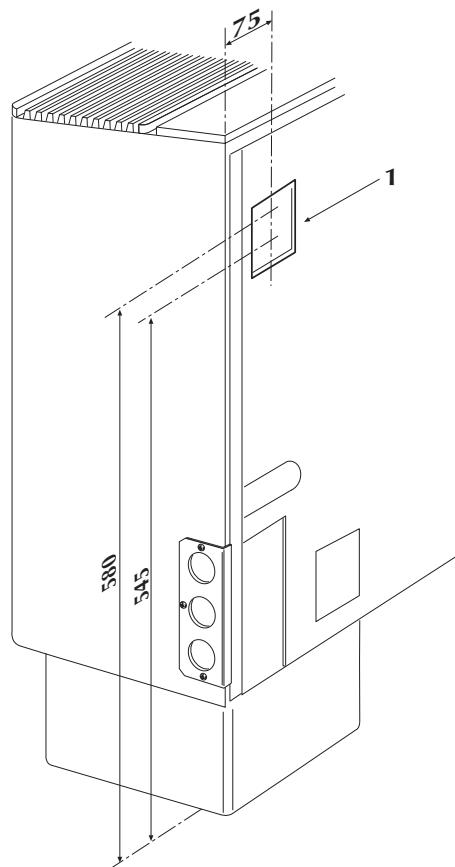

Fig. 2
- togliere i dischi semitranciati dalle due imbottiture (1) dal divisorio centrale dell'apparecchio facendo leva con un cacciavite od altro utensile;
- appoggiare le spalle della batteria di riscaldamento (2) sulle spalle della batteria evaporante (3) in modo che gli attacchi dei collettori (4) entrino nei fori del divisorio ottenuti togliendo i dischi delle due imbottiture;
- fissare la batteria riscaldante alla batteria evaporante con le viti autofilettanti (5);
- montare i due manicotti (6) forniti a corredo della batteria sui collettori (4) della stessa;
- montare sui manicotti (6) la valvola di intercettazione (7) e il detentore (8) forniti a corredo;
- il completamento del circuito idraulico sarà effettuato e seconda delle esigenze di installazione facendo passare i due tubi che collegano la batteria all'impianto o attraverso il tassello del pannello posteriore (1 fig.2) o attraverso lo zoccolo destro dell'apparecchio;
Se i tubi entrano nell'apparecchio dalla parte posteriore attraverso il tassello (1 fig.2), il detentore e la valvola si devono montare orizzontali; se i tubi entrano nell'apparecchio attraverso lo zoccolo destro il detentore e la valvola si devono montare verticali.
- remove the pre-cut disks from the two panels (1) on the central divider in the unit; use a screwdriver or other tool to remove the disks;
- rest the shoulders of the heating coil (2) on the shoulders of the evaporator coil (3) so that the manifold attachments (4) fit into the holes on the divider previously occupied by the disks;
- attach the heating coil to the evaporator coil by means of the self-tapping screws (5);
- mount the two sleeves (6) supplied on the heating coil manifolds (4);
- assemble the shut-off valve (7) and the lockshield valve (8) supplied on the sleeves (6);
- the water circuit is completed (depending on the installation requirements) by passing the two tubes connecting the coil to the system through the rear panel opening (1 fig.2) or through the r.h. side of the unit.
If the tubes are connected through the rear panel (1 fig.2), the lockshield and the shut-off valves should be installed in a horizontal position; if the tubes are connected through the right side of the unit, the valves should be installed vertically. The connector tubes should be 1/2" gas.
- retirer les disques pré découpés des deux paquets insonorisants (1) de la tôle de séparation centrale de l'appareil en faisant pression avec un tournevis ou un autre outil;
- poser les ailettes de positionnement de la batterie de chauffage (2) sur les ailettes de positionnement de la batterie d'évaporation (3) de façon que les raccords des collecteurs (4) entrent dans les trous de la tôle de séparation obtenus en retirant les disques des deux paquets insonorisants;
- fixer la batterie de chauffage à la batterie d'évaporation avec les vis-tarauds (5);
- monter les deux manchons (6) fournis de série avec la batterie sur les collecteurs (4) de cette dernière;
- monter la vanne d'interception (7) et le détendeur thermostatique (8) fournis de série sur les manchons (6);
- le circuit hydraulique sera complété en fonction des exigences d'installation en faisant passer les deux tuyaux qui raccordent la batterie à l'installation soit à travers le trou du panneau arrière (1 fig. 2) soit à travers le socle droit de l'appareil.
Si les tuyaux entrent dans l'appareil par la parti; arrière à travers le trou (1 fig. 2), le détendeur thermostatique et la vanne doivent être montés à l'horizontale; si les tuyaux entrent dans l'appareil à travers le socle droit, le détendeur thermostatique et la vanne doivent être montés à la verticale.
- die vorgestanzten Scheiben der beiden Füllungen (1) von der mittleren Trennwand des Gerätes mit Hilfe eines Schraubenziehers oder eines anderen Werkzeugs abnehmen;
- die Rückseite der Heizbatterie (2) an die Rückseite der Verdampferbatterie (3) anlehnen, so daß die Anschlüsse der Sammler (4) durch die Löcher der Trennwand gehen, die durch Abnahme der Scheiben der beiden Füllungen erhalten wurden;
- die Heizbatterie an der Verdampferbatterie mit den selbstschneidenden Schrauben befestigen (5);
- die mitgelieferten Muffen (6) an den Sammlern (4) der Heizbatterie anbringen;
- an den Muffen (6) das mitgelieferte Absperrventil (7) und das Ausgleichventil (8) anbringen;
- die Vervollständigung des Wasseranschlusses erfolgt je nach den Installationsanforderungen entweder durch Durchführen der beiden Rohre, die die Batterie mit der Anlage verbinden, durch das Einsatzstück der hinteren Tafel (1 Abb.2) oder durch den rechten Sockel des Gerätes;
Treten die Rohre vom Rückteil durch das Einsatzstück (1 Abb.2) ein, sind das Ausgleichventil und das Ventil horizontal zu montieren: treten die Rohre durch den rechten Sockel ein, sind sie vertikal zu montieren.